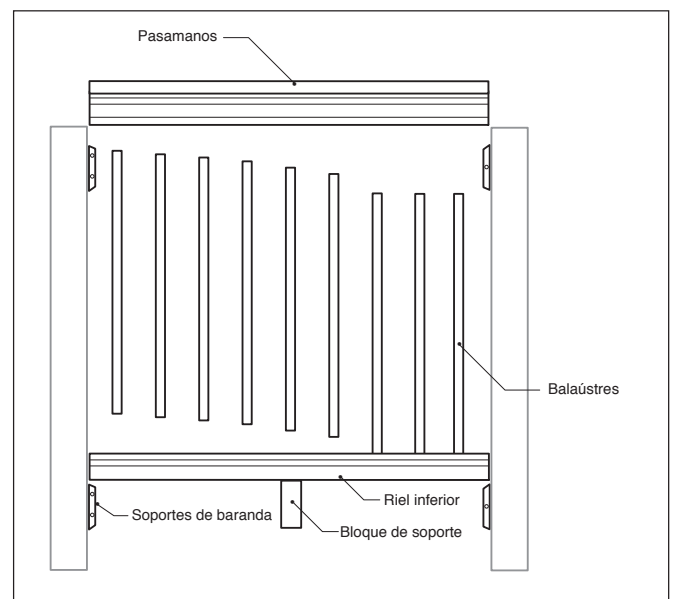

Fig. 2
**Paso 5:** Fija el riel inferior de 2x4, con los orificios hacia arriba, usando los soportes del riel DeckoRail de 2x4. Inserta los balaústres en los orificios pretaladrados. **(Fig. 2)**
**Paso 6:** Fija el pasamanos alineando los orificios con el balaústre en un extremo del riel y continuando hacia el extremo contrario, asegurándote de que todos los balaústres queden fijos entre los dos rieles. **(Fig. 2)**